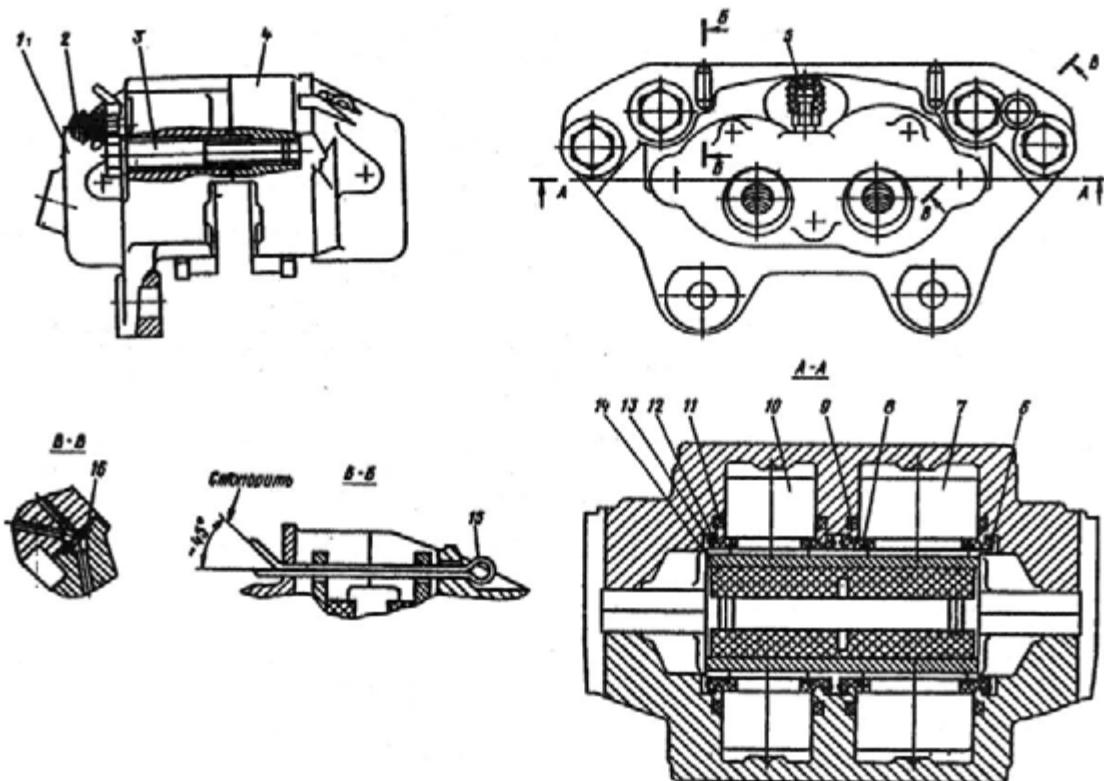

Рис. 244. Скобы дискового тормоза:
2. Выверните четыре стяжных болта 3 (рис. 244).
5. Момент затяжки стяжных болтов 3 (рис. 244) скобы 62—76 Н·м (6,2—7,65 кгс·м).